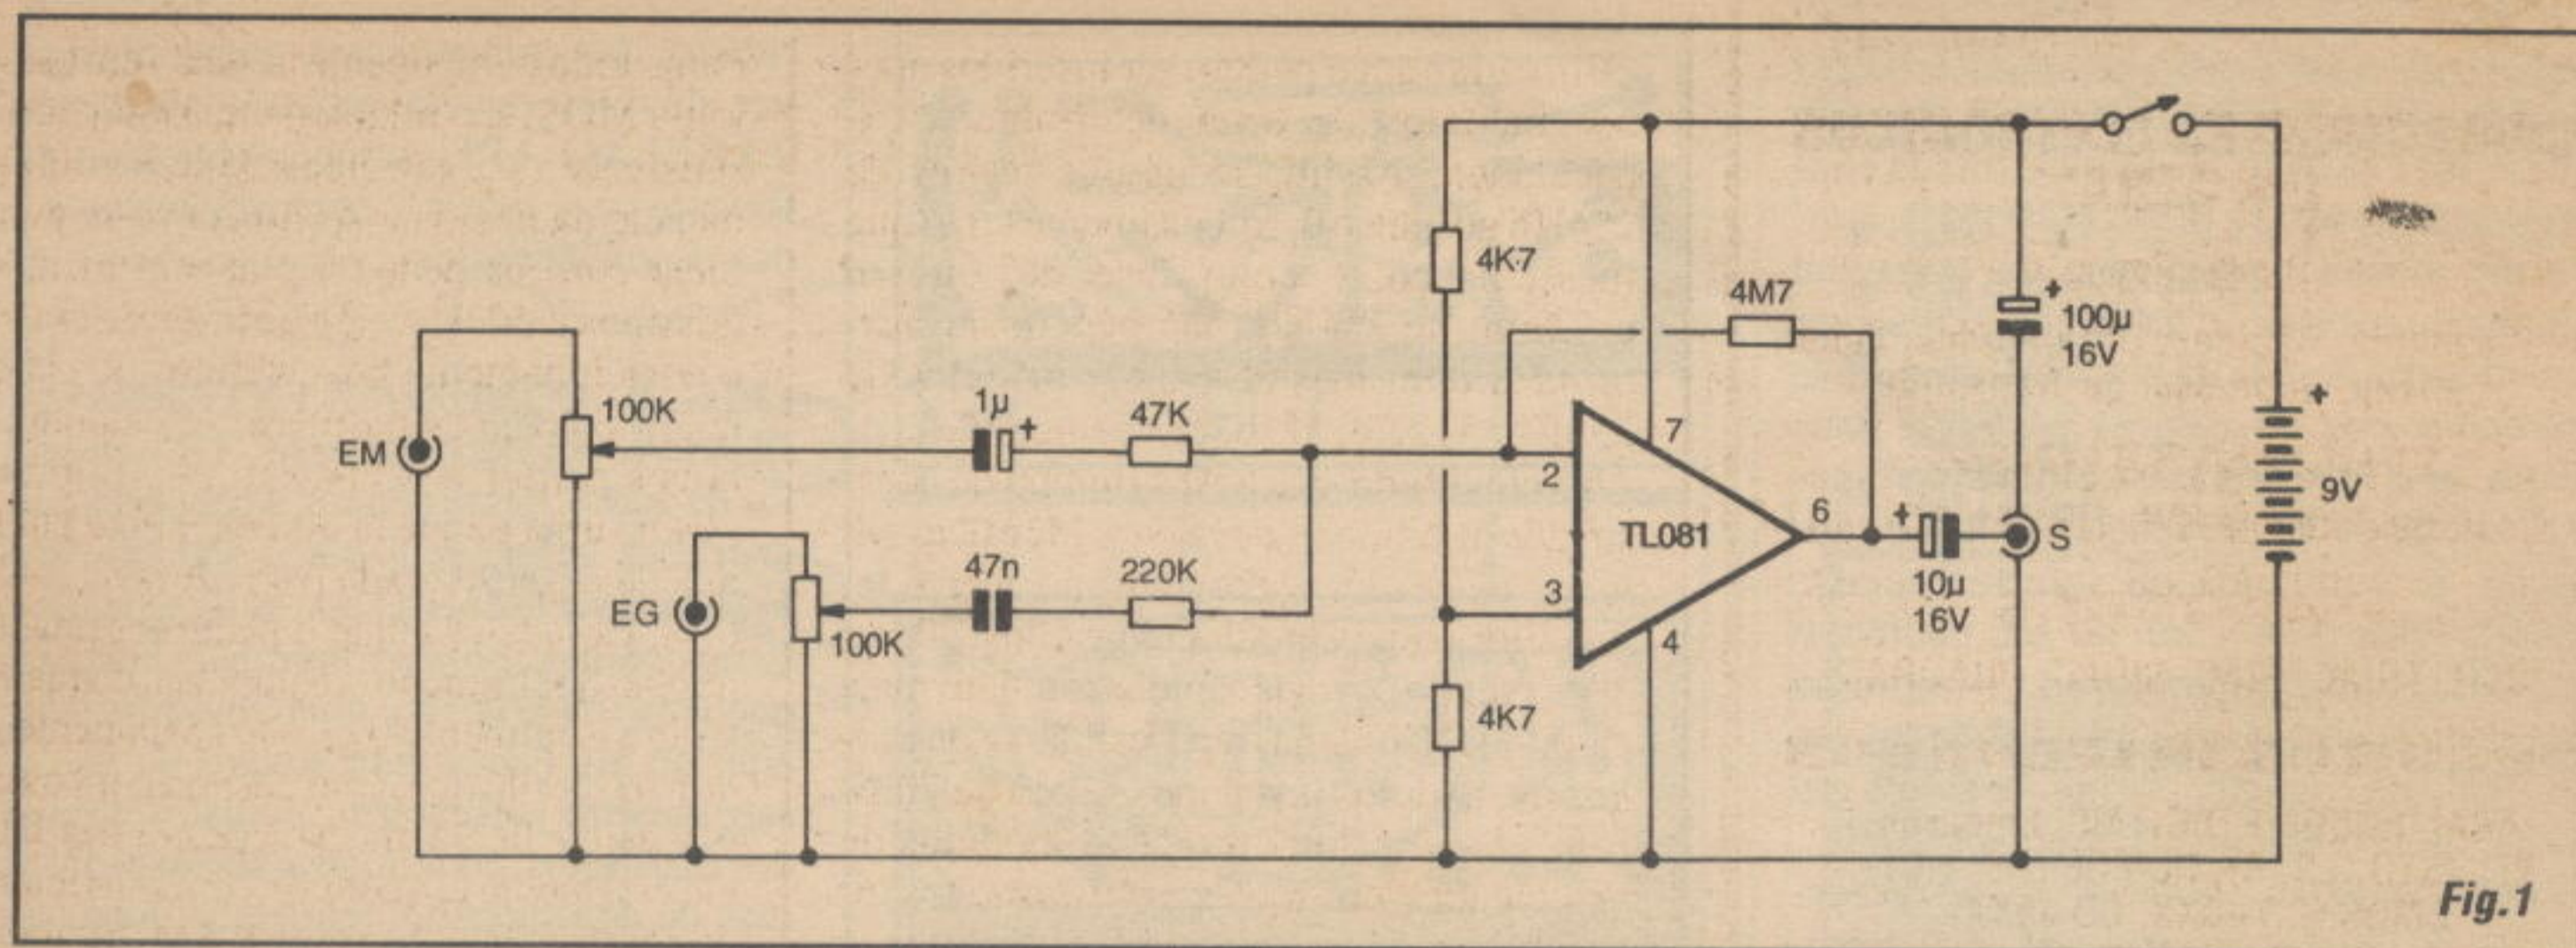

Fig.1
**- FIG. 1 - DIAGRAMA ESQUEMÁTICO DO CIRCUITO** - Um integrado contendo amplificador operacional (*tipo* 741...) com sensíveis entradas FET, código TL081, faz todos os trabalhos do circuito, estruturado como simples amplificador inversor (a entrada *não inversora* - pino 3 - encontra-se polarizada a *meia tensão* de alimentação, via par de resistores de 4k7...), porém manejando **dois** sinais simultâneos... Observem que, pelo arranjo do circuito, o **ganho** imprimido a cada um dos sinais é